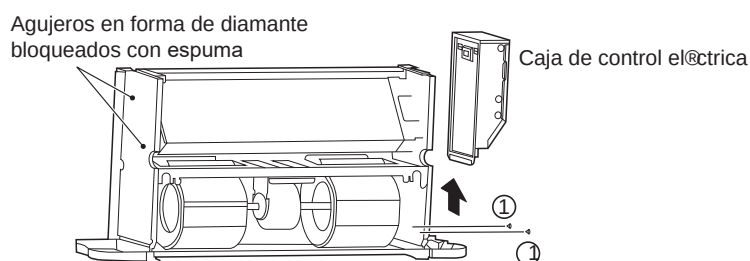

Figura 5-19 Retirar la caja de control eléctrico y bloquear los orificios en forma de diamante
Como se muestra en la Figura 5-19, quite los tornillos ① * 2 para sacar la caja eléctrica.
Como se muestra en la Figura 5-19, bloquee los orificios en forma de diamante en la placa lateral (la placa sin los tubos de entrada y salida) con una espuma.